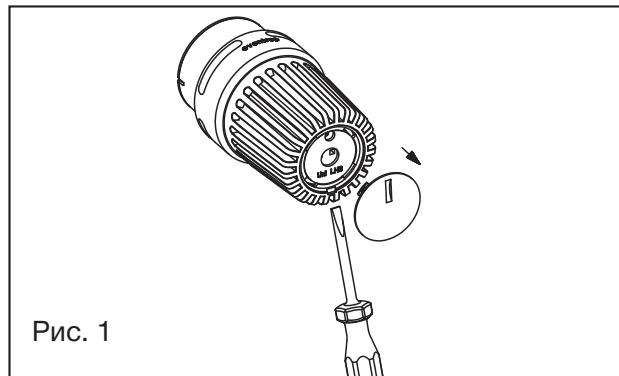

Рис. 1
1. Снять фронтальную шайбу (Рис. 1), используя выемку на маховике, с помощью подходящего инструмента (напр., небольшой отвертки).